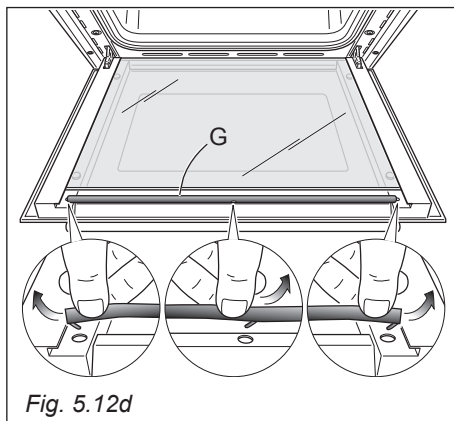

Fig. 5.12d
- Togliere la guarnizione "G" sganciando i 3 uncini (fig. 5.12d).